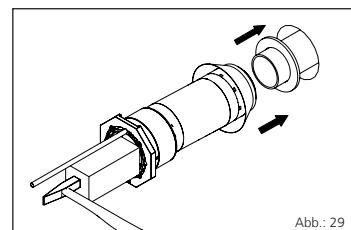
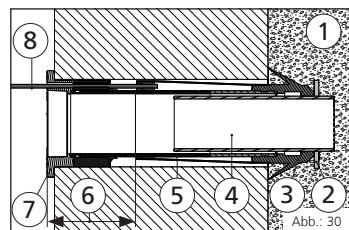

Abb.: 29
Abb.: 30
Zuerst die Rollkiesscheibe und dann die MIS100ND VT63 von der Gebäudeinnenseite über das Vortriebsrohr in die Öffnung einführen (notfalls mit Hammer und einem Holzstück einschlagen), bis der Schirm sich **außerhalb** der Wand befindet (siehe Abb.: 29 und Abb.: 30).
**MIS100ND VT63 mit Rollkies vor der Außenwand (siehe Abb.: 30).**
Legende zu Abb.: 30